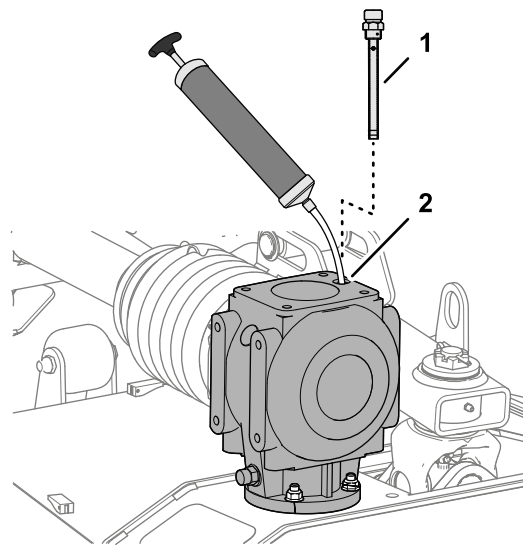

図 62
1. ギアボックスの上部についているディップスティックを抜き取る図 62。
2. ディップスティックポートから、小型ポンプでギアボックスのオイルを抜き取る図 62。